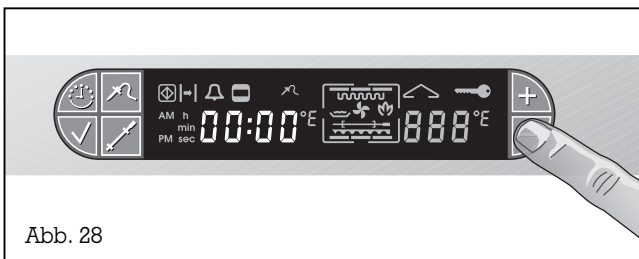

Abb. 28
- Betätigen Sie die Taste - (Abb. 28).